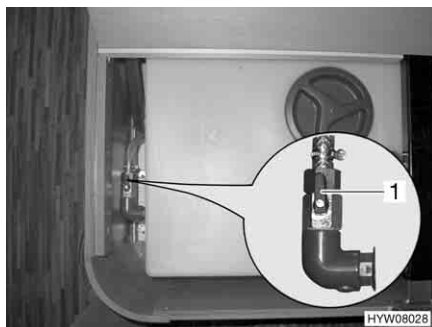

Fig. 165 Serbatoio dell'acqua con rubinetto di scarico
- Ruotare la leva di comando (Fig. 165,1) sul rubinetto di scarico trasversalmente al senso di marcia.
- Ruotare la leva di comando (Fig. 165,1) nel senso di marcia. L'acqua fuoriesce fino a 20 litri.